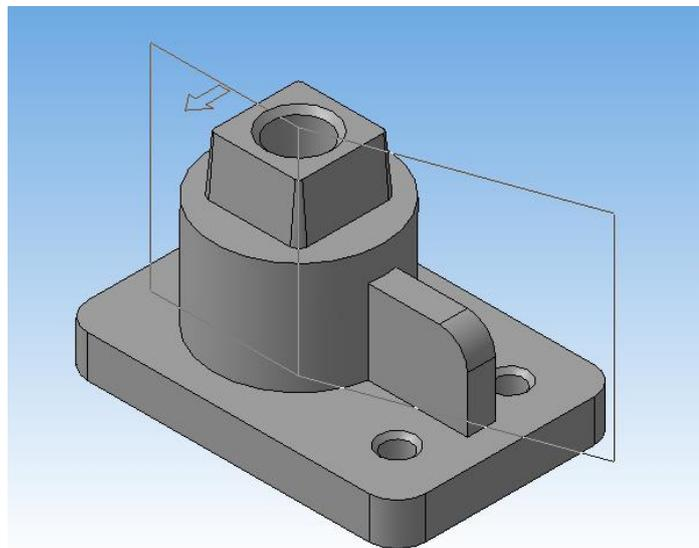

Рисунок 63
29. На панели *Редактирование* выберите кнопку *Сечение по эскизу* . Появится фантом секущей плоскости (рисунок 63). Укажите *Прямое направление*.
1. Удаляем сечение по эскизу – *Дерево модели- Сечение по эскизу- Удалить*. В результате получается рисунок 63.